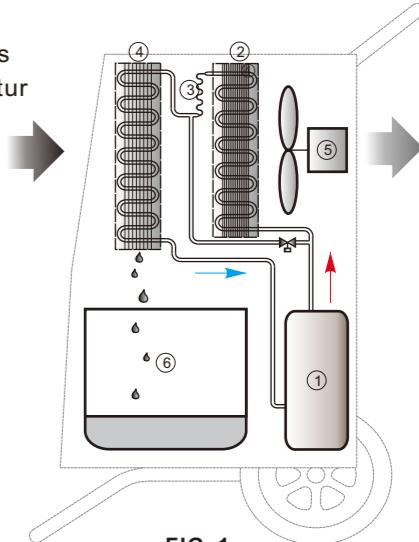

FIG. 1
(Se FIG. 1) MDR-avfuktarnas konstruktion baseras på ett cirkulationssystem för kylnings. Inuti detta hermetiskt slutna system pumpar och komprimerar kompressorn (①) kylmedel till gas med hög temperatur som skickas till kondensorn (②).